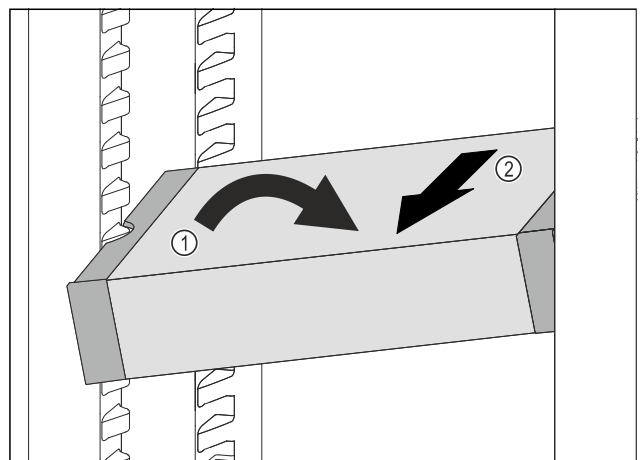

Fig. 127
- VarioSafe im Kühlteil schräg stellen. Fig. 127 (1)
- VarioSafe nach vorne entnehmen. Fig. 127 (2)